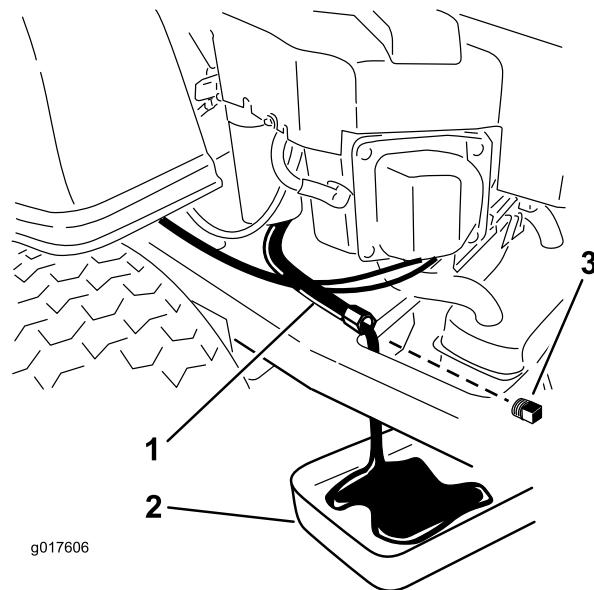

Figure 30
4. Trouvez l'emplacement du flexible de vidange d'huile du côté gauche du moteur. Le bouchon de vidange est fixé à un flexible de vidange (Figure 30). Nettoyez autour du bouchon et du flexible de vidange d'huile.
5. Placez un bac de vidange sous la machine, juste sous le flexible de vidange, comme illustré à la Figure 30.
6. À l'aide de deux clés (l'une pour tenir le flexible de vidange d'huile et l'autre pour desserrer le bouchon), retirez le bouchon de vidange d'huile (Figure 30).
12. Lorsque la vidange est terminée, replacez le bouchon de vidange. Serrez le bouchon à 14 Nm (125 po-lb). Essuyez l'excédent d'huile (Figure 30).